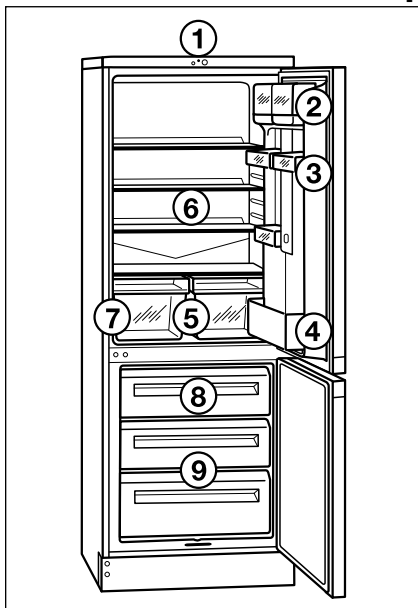

Fig. 11
- ☐ Plaats de in te vriezen levensmiddelen in de bovenste lade (zie ook hoofdstuk “Beschrijving van het apparaat”/**Fig. 11**).